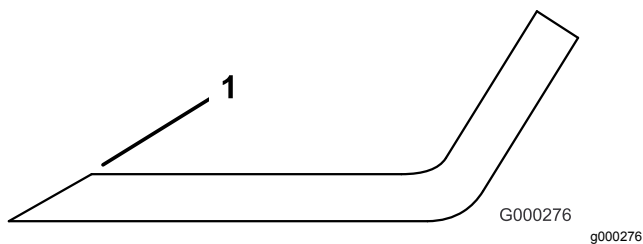

Рисунок 104
3. Проверьте режущие кромки всех ножей и заточите их, если они затупились или имеют зазубрины (Рисунок 104).
**Примечание:** Чтобы ножи всегда оставались острыми, затачивайте только верхнюю сторону режущей кромки и сохраняйте первоначальный угол заточки (Рисунок 104). Балансировка ножа не нарушается, если с обеих режущих кромок удаляется одинаковое количество материала.